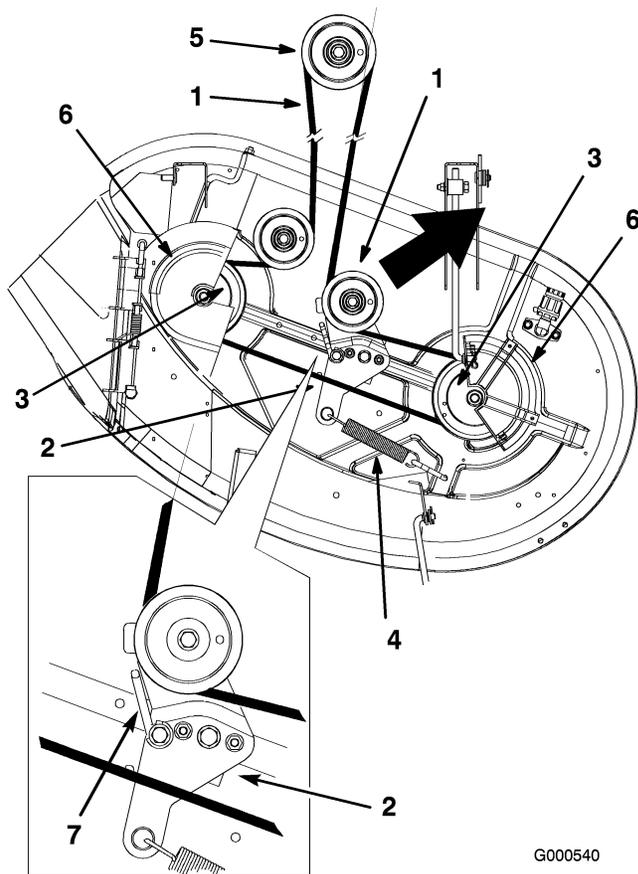

Figure 51
4. Déposez les couvercles de courroie en passant par-dessus les axes extérieurs et desserrez le guide-courroie (Figure 51).
5. Tirez la poulie de tension dans la direction indiquée à la Figure 51 et retirez la courroie des poulies.
6. Acheminez la courroie neuve autour de la poulie du moteur (Figure 51).
7. Tirez la poulie de tension dans la direction indiquée à la Figure 51 et acheminez la courroie autour de la poulie de tension (Figure 51).
8. Tournez le guide-courroie vers la poulie jusqu'à ce qu'il bute contre le bras de la poulie de tension (Figure 51).
9. Serrez le boulon du guide-courroie (Figure 51).